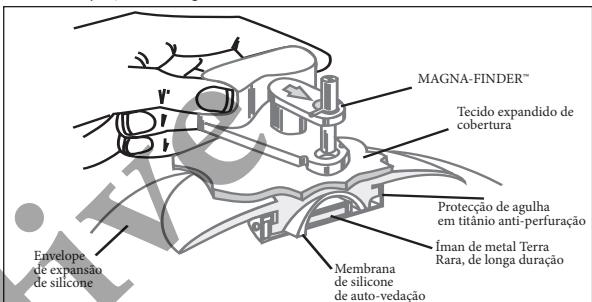

FIGURA 2
- Todos os locais de injeção são auto-vedantes e contêm uma protecção de agulha em titânio para prevenir a perfuração inadvertida através da base do local de injeção (ver Figura 2).